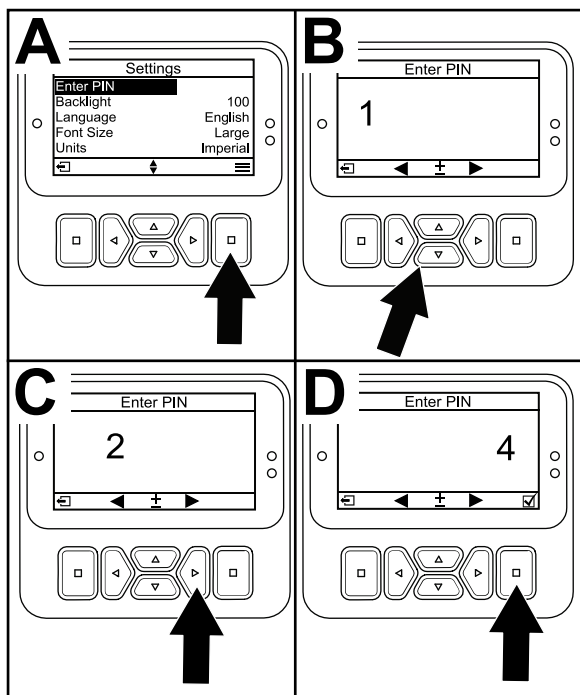

Bild 19
3. Drücken Sie für die Eingabe des PIN-Codes die auf/ab Navigationstasten Bild 19, bis die erste korrekte Ziffer angezeigt wird; drücken Sie dann die rechte Navigationstaste Bild 19, um auf die nächste Ziffer (B und C) zu gehen. Wiederholen Sie diesen Schritt, bis Sie die letzte Ziffer eingegeben haben.